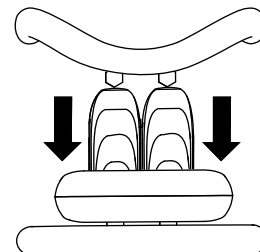

Bild 7
- Bewegen Sie den Fahrantriebshebel nach hinten, um rückwärts zu fahren (Bild 7).